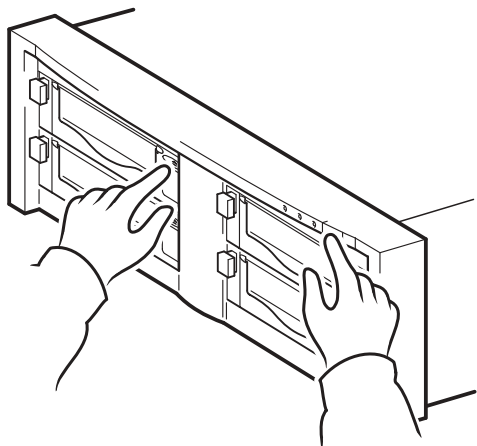

Figura 10a: usar o HP OBDR, etapa 1
- 1 Levante a porta do cartucho e insira o cartucho de inicialização mais recente designado para o HP OBDR na unidade de fita (Figura 10a). O cartucho precisa ser gravado por um aplicativo de backup capaz de gravar dados na fita em formato de CD-ROM.